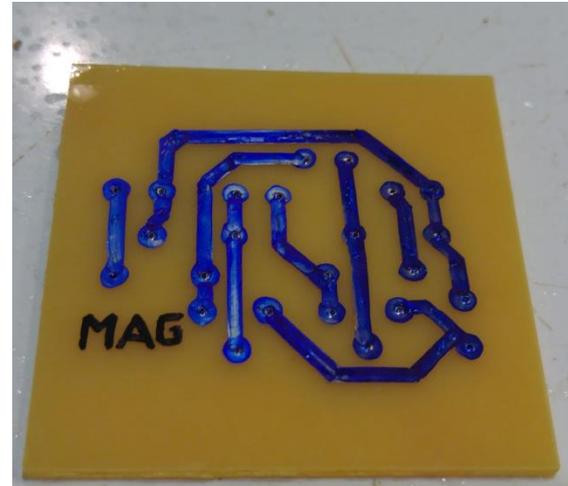

Fig. 12: PCB después del ataque ácido
18. Neutralizar la acción del ácido, con jabón común o solución de  $\text{NH}_3 + \text{H}_2\text{O}$  (amoníaco + agua) en relación 5/100. Fig. 12